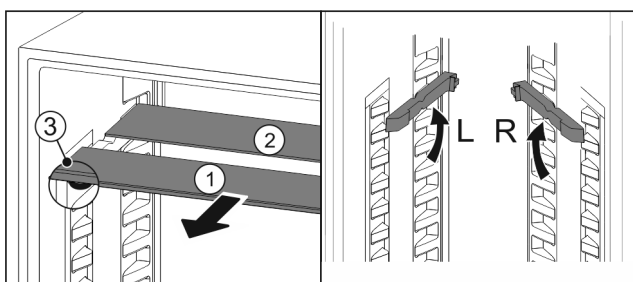

Fig. 37
- ▶ Træk glaspladerne ud enkeltvis fremad Fig. 37 (1).
- ▷ Glaspladen Fig. 37 (1) med pyntelisten ligger foran.
- ▷ Stoppene Fig. 37 (3) peger nedad.